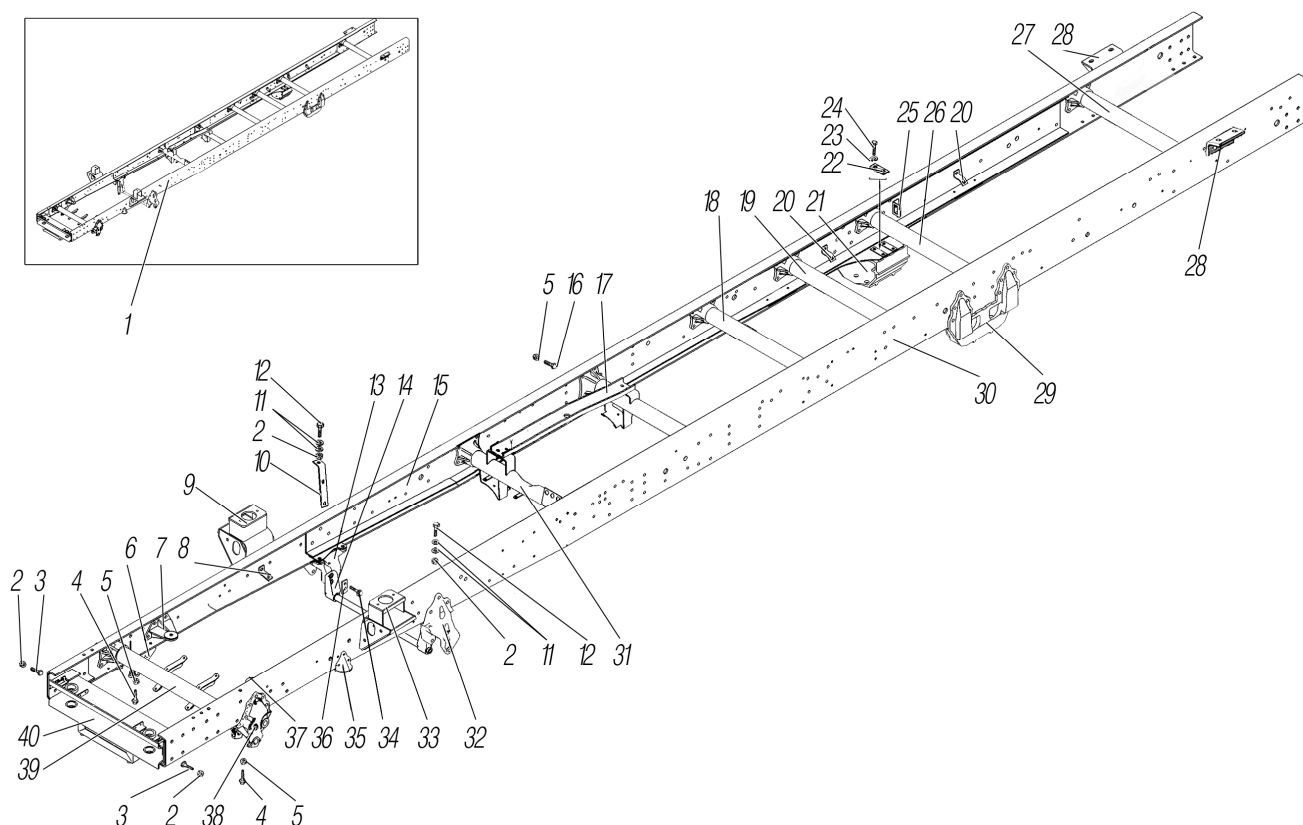

Рисунок 3.2
*1 См. рисунок 3.2, 3.4
See figure 3.2, 3.4
*1 См. рисунок 3.2, 3.3
See figure 3.2, 3.3